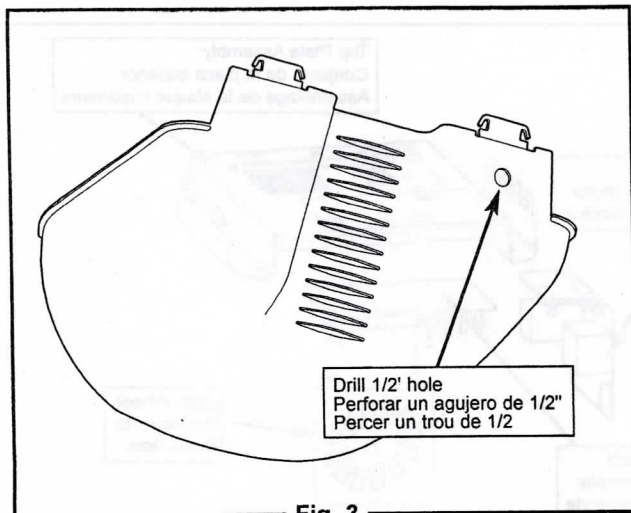

Fig. 3
8. Drill 1/2" hole in Lens Cover (Fig. 3)
8. Perforar un agujero de 1/2" en la tapa de la lente. (Fig. 3)
8. Percer un trou de fi po dans le couvercle de la lentille (fig. 3)